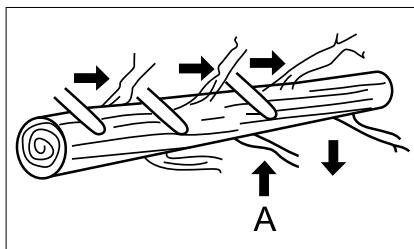

Fig. 18
Il taglio dei rami viene realizzato con un albero caduto. Non tagliare i rami che sostengono il tronco e impediscono il suo rotolamento (A) fino a quando il tronco non è stato segato (fig.18).